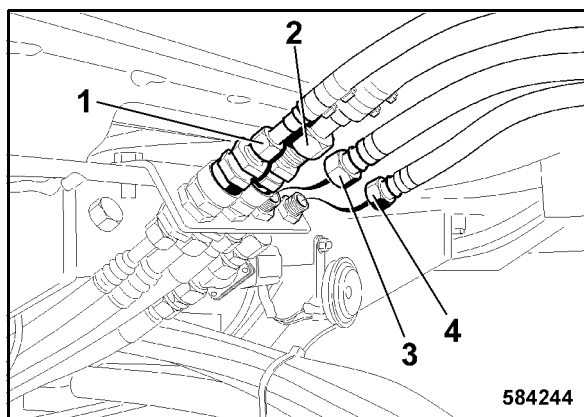

Fig. 256
- Establecer el empalme para el tubo de alimentación 1 (Fig. 256) y de retorno (2) para el sis-